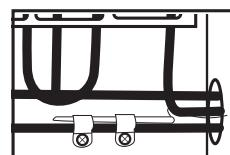

Fig. 1
**MISE EN GARDE :** veiller à ne pas endommager les tubes capillaires du thermostat en nettoyant l'intérieur de la cuve (Fig. 1).